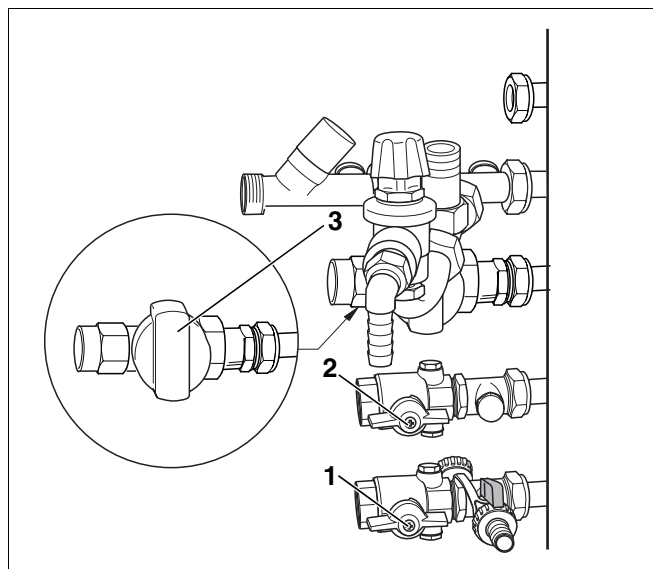

Fig. 4 Rubinetti di manutenzione (set di collegamento laterale sinistro)
- Aprire il rubinetto d'intercettazione del gas (fig. 4, **pos. 3**).
- Aprire i collegamenti di mandata e di ritorno dei rubinetti di manutenzione (fig. 4, **pos. 1 e 2**) della caldaia.